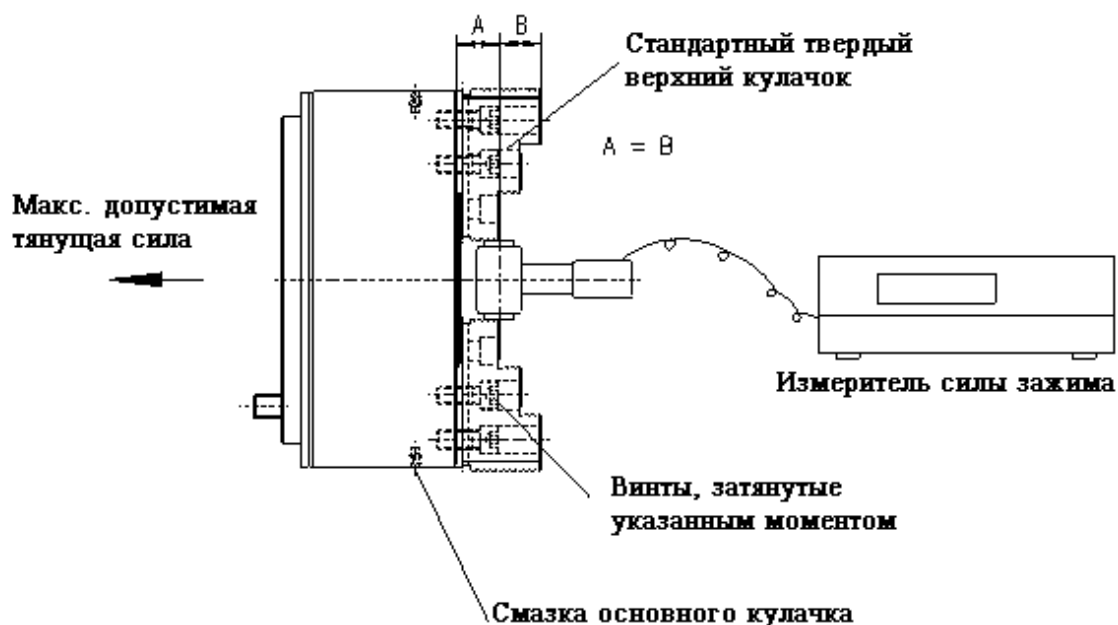

Рис. 3 Схема измерения силы зажима.
Статичная сила зажима меняется в зависимости от состояния смазки, вида смазки, высоты верхнего кулачка и других факторов. Значения, указанные в таблицах, базируются на следующих условиях (см. Рис. 3):
(1) При использовании верхних мягких кулачков „BISON-BIAL”, значения силы зажима измеряются с помощью измерителя силы зажима в центральной точке высоты верхнего кулачка (измеряемой от торца патрона до верхней поверхности мягкого кулачка), как представлено на рис. 3.
(2) Для получения максимальной исправности патронов „BISON-BIAL” используется смазка GLEITMO 805 производства FUCHS.
(3) Болты для крепления верхних кулачков должны быть затянуты моментом определенного значения (см. Таб. 5).
(4) Максимальная допустимая тянущая сила для патронов указана в таблице на стр. 7.